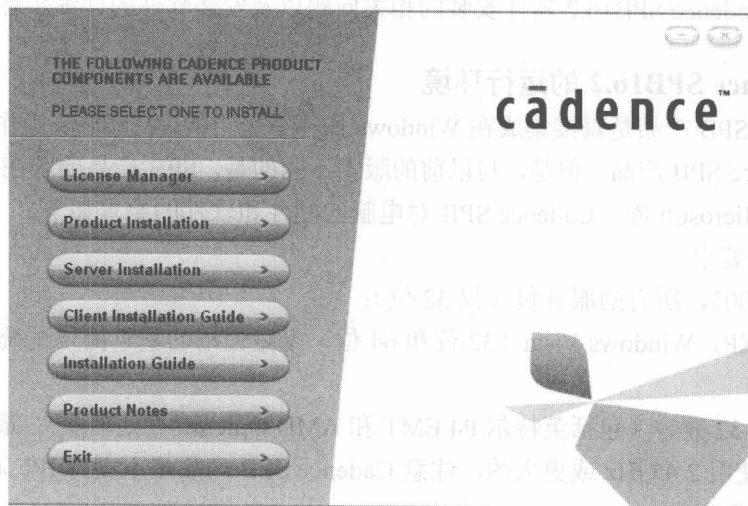

图 1-2 Cadence 产品的组件菜单
(1) 安装许可管理器
- ① 单击程序安装文件, 弹出 Cadence 产品的组件菜单。如图 1-2 所示。